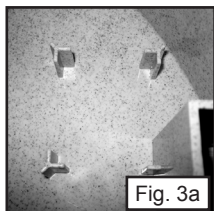

Fig. 3a
- 1) Riposizionare il motore nella sua sede fra i tre montanti da 2,45 cm sul lato destro della fontana. Spingere delicatamente verso il basso per innestare le ventose. (Fig. 3a e 3b)